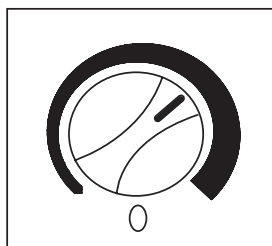

Fig.1
- Cuando se logre el enfriamiento máximo, regrese la perilla de control de temperatura a la posición como si fuera una manecilla de reloj que marca las 2.00, en el control graduado de color azul. Vea la Fig. 1 en la página siguiente.